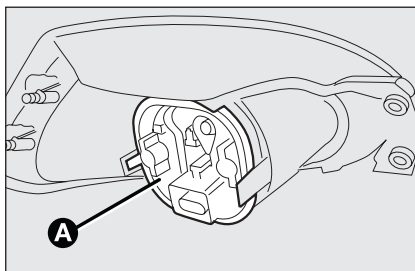

fig. 29
- débrancher le connecteur électrique et enlever, en agissant sur les trois ailettes de retenue, le couvercle de protection **A-fig. 29**; procéder ensuite au remplacement de l'ampoule intéressée.